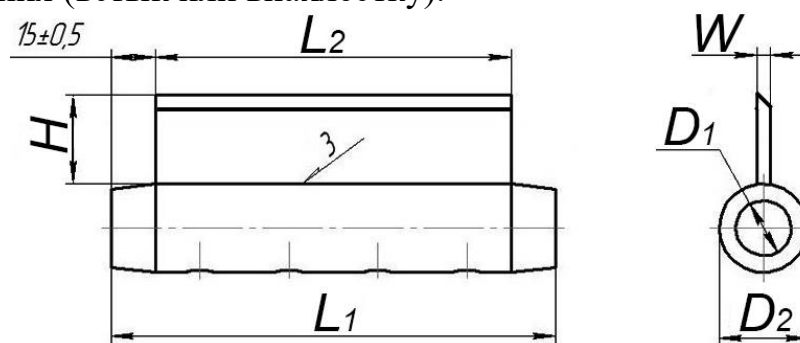

Рис.4. Промежуточная проушина Б.
3.2. Предварительно в качестве промежуточной анкерной точки рекомендовано использовать трубу с приваренной пластиной-консолью (Рис.4).